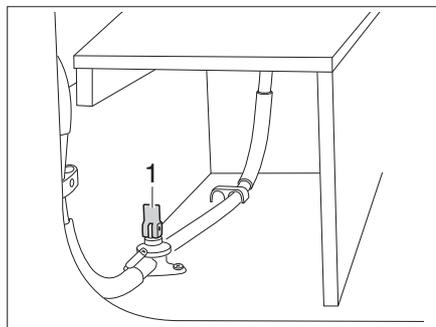
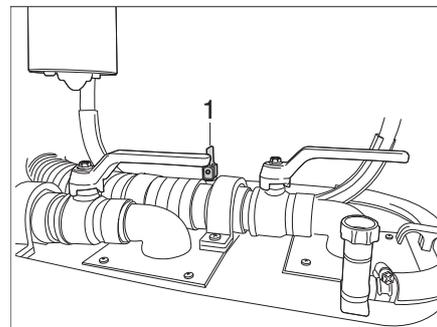

Bild 159 Ablasshahn bei Heizung
Bild 160 Ablasshähne bei Wasserpumpe
- Alle Ablasshähne (Bild 159,1 und Bild 160,1) öffnen. Dazu den Kipphebel senkrecht stellen.